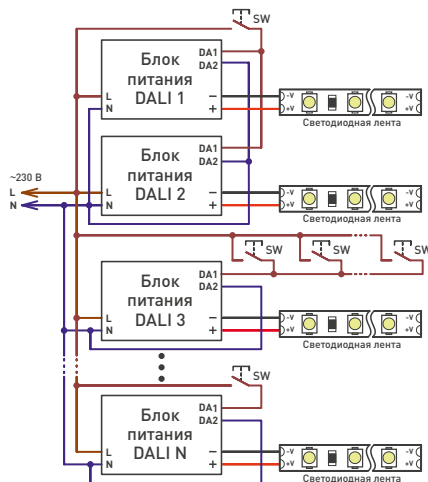

Рис. 4. Схема подключения нескольких источников питания при использовании управления Push Dim
- 3.4. Подключите источник питания в соответствии с выбранной схемой управления (рис.1 – рис.4). Строго соблюдайте полярность подключения!